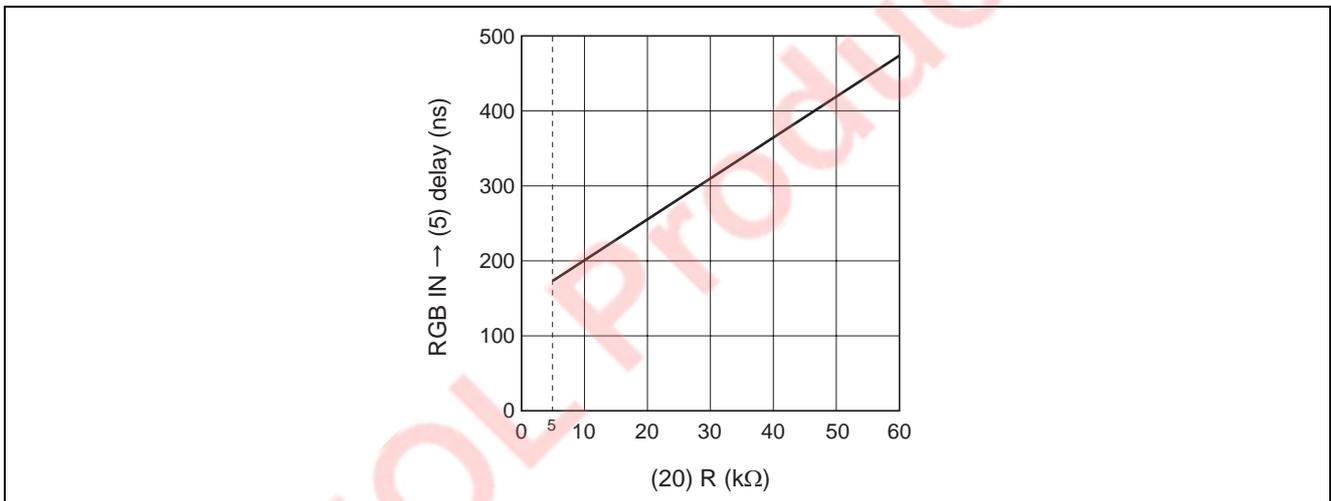

図 2 色差 LPF の群遅延特性 (測定条件は TEST No.14, 15 参照)
その際に、群遅延特性も図 2 に示すように変化します。
(20) (fc CONT.) 外付け抵抗により、RGB エンコード出力の色信号の群遅延量が変化しますので、図 2 の群遅延特性から得られる群遅延量に 40 ns 加算した遅延量を目安に、Y DL を設定してください。